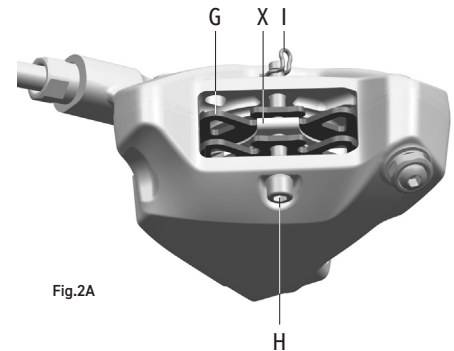

Fig.2A
- pastiglia (G - Fig.2A)
- molletta (X - Fig.2A)
- vite di bloccaggio delle pastiglie (H - Fig.2A)
- coppiglia di bloccaggio della vite delle pastiglie (I - Fig.2A)